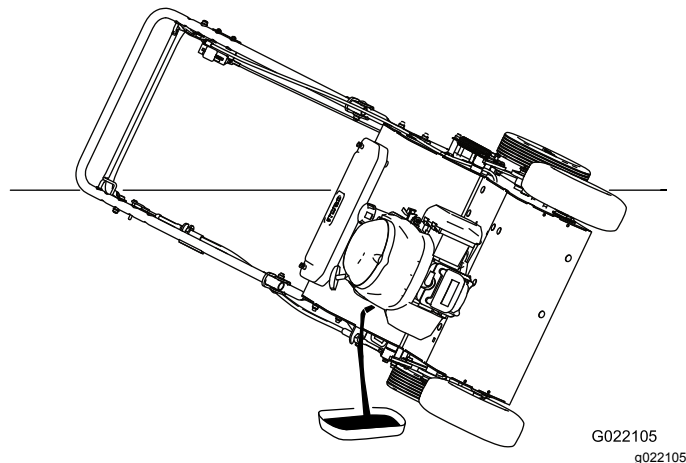

Рисунок 28
6. Для слива отработанного масла через маслозаливную горловину отклоните машину в сторону таким образом, чтобы воздушный фильтр был направлен вверх (Рисунок 28).